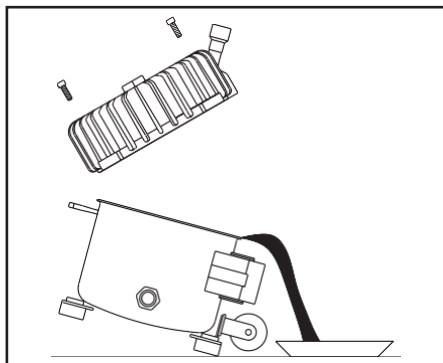

Fig. 10
Gør som følger fig.10:
- D) Udæt kontraventil. Den fleksible tryksslange demonteres og det kontrolleres, om der er luft ud af ventilen. I så fald skrues ventilhætten af (fig. 10 enhed 1), gummiskiven (enhed 2) og stedet, hvor den sidder, tørres af med en ren klud og det hele samles forsigtigt igen. Hvis kontraventilen stadig er udæt, skal hele ventilen udskiftes